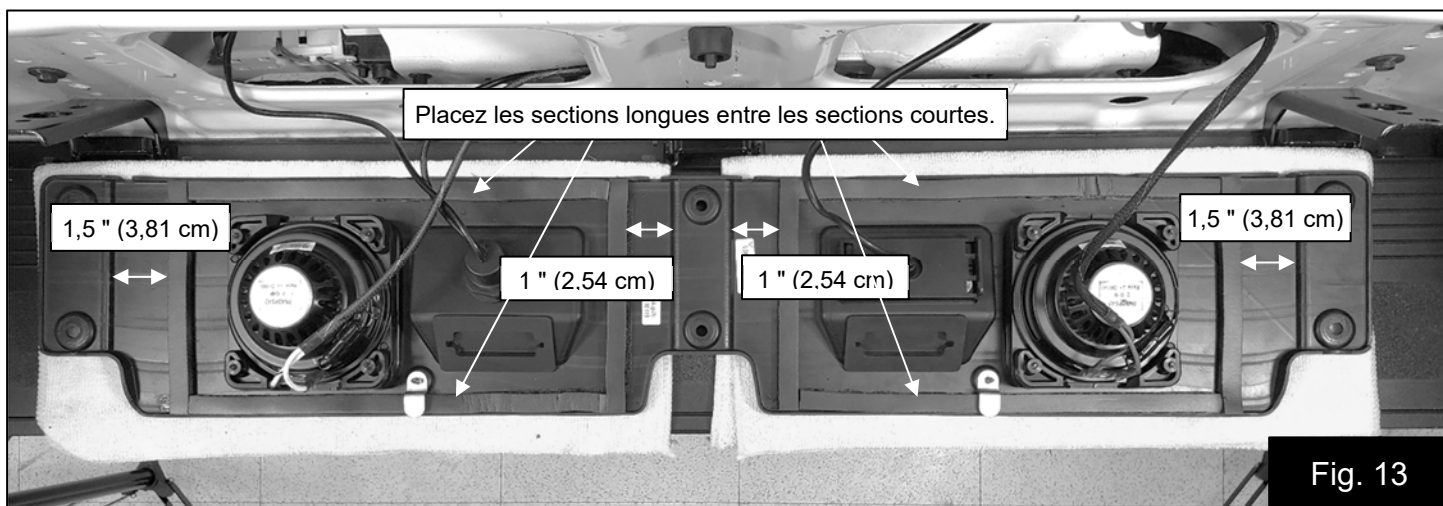

Fig. 13
16. Posez une serviette sur la marche du hayon pour éviter de rayer la face de la baffle du haut-parleur et connectez les câbles du haut-parleur à ce dernier. Installez ensuite les bandes de mousse comme illustré en Fig. 13. Utilisez les mesures indiquées pour placer les sections plus courtes, puis placez les sections plus longues entre les sections courtes et contre le bord de la baffle du haut-parleur.